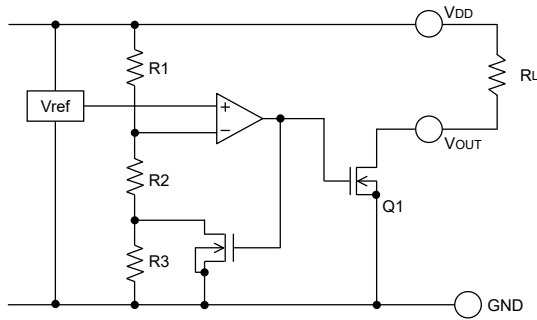
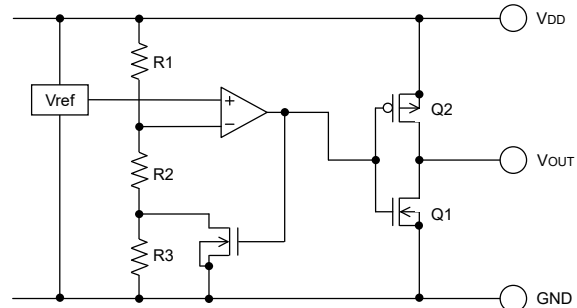

Fig.12(BD48Exxx-M タイプ内部ブロック図)
Fig.13(BD49Exxx-M タイプ内部ブロック図)
オープンドレインタイプ (Fig.12) と CMOS 出力タイプ (Fig.13) 共に、検出電圧及び解除電圧をスレッショルド電圧とし、VDD pin に印加された電圧が各々のスレッショルド電圧に達したとき、VOUT 端子電圧は “H”→“L”、また “L”→“H” に切り換わります。BD48Exxx-M シリーズでは出力形式がオープンドレイン方式であるためプルアップ抵抗を VDD または他の電源との間に接続してください。
入力電源電圧 VDD を SWEEP UP 及び SWEEP DOWN させたときの入力電圧 VDD と出力電圧 VOUT の関係は以下のようになります。(回路は Fig.12,13 です。) 下図の①~⑤について説明します。